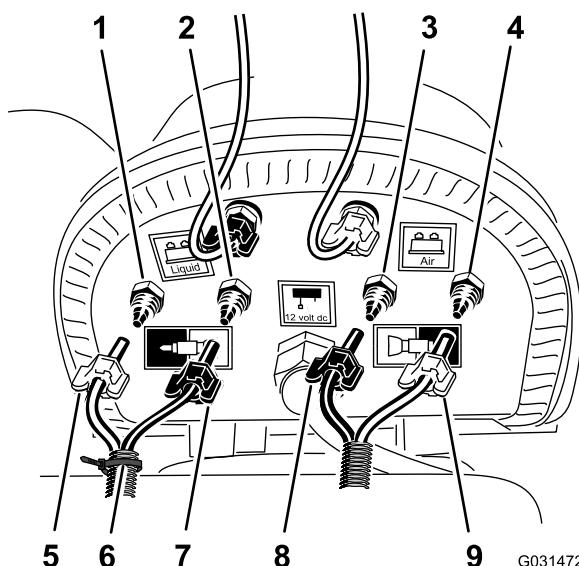

Рисунок 16
1. На соединительной панели компрессора, предназначенной для комплекта пенного маркера, закрепите кабельную стяжку вокруг прозрачной и синей трубок для правой секции опрыскивателя (Рисунок 16).
2. Ослабьте зажимные гайки двух прозрачных и двух синих трубок, идущих к пенообразующим насадкам в левой и правой секциях опрыскивателя (Рисунок 16).
3. Снимите 4 трубы с обжимных фитингов секций опрыскивателя (Рисунок 16).